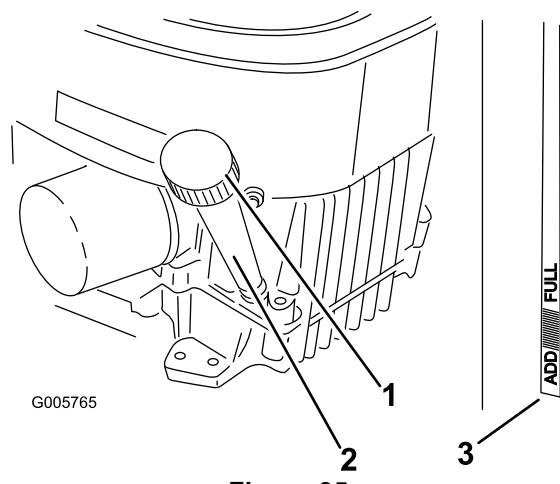

Figura 35
- Pulite attorno all'asta di livello (Figura 35) in modo che la morchia non possa penetrare nel foro di rifornimento e danneggiare il motore.
- Svitate l'asta di livello dell'olio e tergete l'estremità (Figura 35).
9. All'occorrenza, cambiate il filtro dell'olio (Figura 35).
10. Pulite la zona circostante l'asta di livello dell'olio e svitate il tappo (Figura 35).
11. Versate lentamente nel tubo di rifornimento (Figura 35) l'80% circa dell'olio indicato.